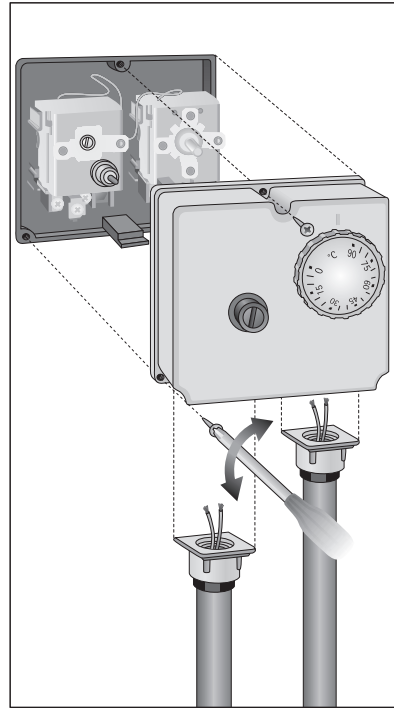

fig.5 - εικ.5
Anlage durch die Kabelklemme führen und an der Klemmleiste (Abb.5), wie im folgenden Abschnitt "elektrische Anschlüsse" angegeben, anschließen. Den Deckel wieder anbringen.
B) Verwijder het kapje door de drie schroeven los te draaien. Leid de draden van de installatie door de draadleiders en verbind de draden met het klemmenblok (fig.5) zoals aangegeven in de volgende paragraaf "elektrische aansluitingen". Zet het kapje weer op het produkt.
B) Desmonte la tapa del aparato desenroscando los tres tornillos. Lleve los hilos del aparato por el correspondiente pasacables y conéctelos a la regleta de bornes (fig.5) como se indica en el punto siguiente "Conexiones eléctricas". Vuelva a fijar la tapa al aparato.